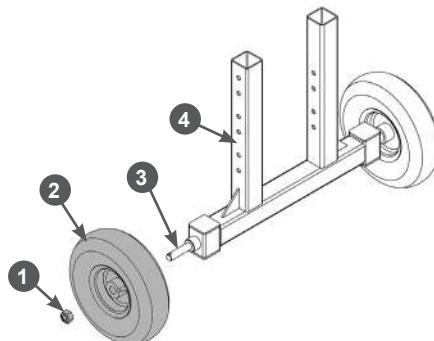

Рис. 5 Установка колёс на кронштейн
- Установите колёса 2 на кронштейн 4 (Рис. 5). Для этого снимите с оси 3 гайку 1, установите колесо 2 на ось 3 и закрутите гайку 1 крутящим моментом 20 Н·м (Рис. 5).